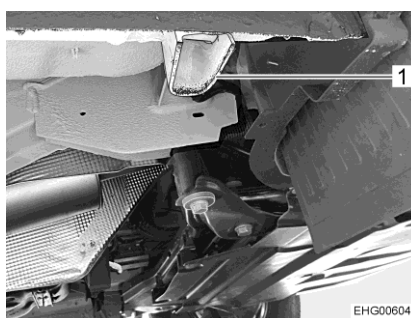

Bild 245 Fäste framaxel
- Om ett hjul på framaxeln ska bytas: Placera domkraften på avsett fäste (Bild 245,1).